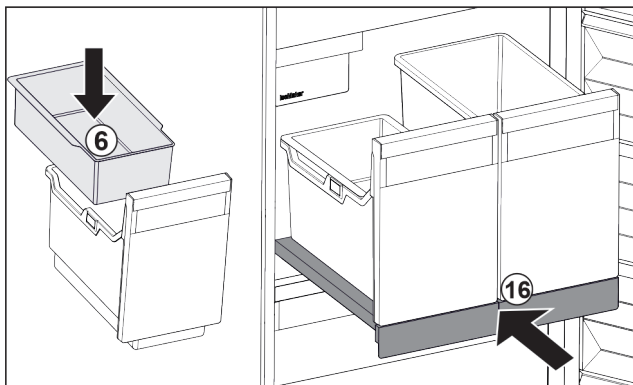

Fig. 198
- Ievietojiet iekabināmo plauktu Fig. 198 (6) ledus gabaliņiem.